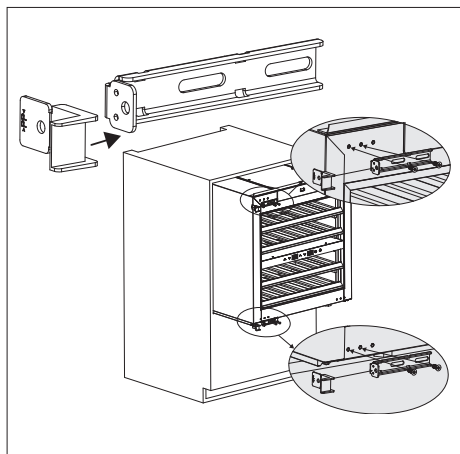

Рис. 5
7. Установите распорные элементы на кронштейны и закрепите их винтами (рис. 5).